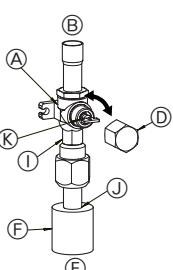

Fig. 4-5
(1) Сторона с газом RP60-140 (Fig. 4-5)
- ① Снимите крышку, затем поверните на четверть оборота против часовой стрелки с помощью отвертки с плоским лезвием для полного открытия.
② Убедитесь, что клапаны полностью открыты, затем установите крышку в первоначальное положение и затяните ее.